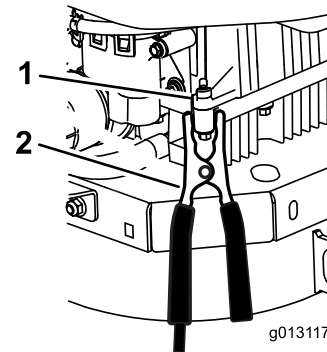

Bild 60
6. **Stellen Sie die letzte Verbindung am Motorblock des nicht anspringenden Fahrzeugs (nicht am Minuspol der Batterie) von der Batterie entfernt her und nehmen Sie Abstand (Bild 60).**